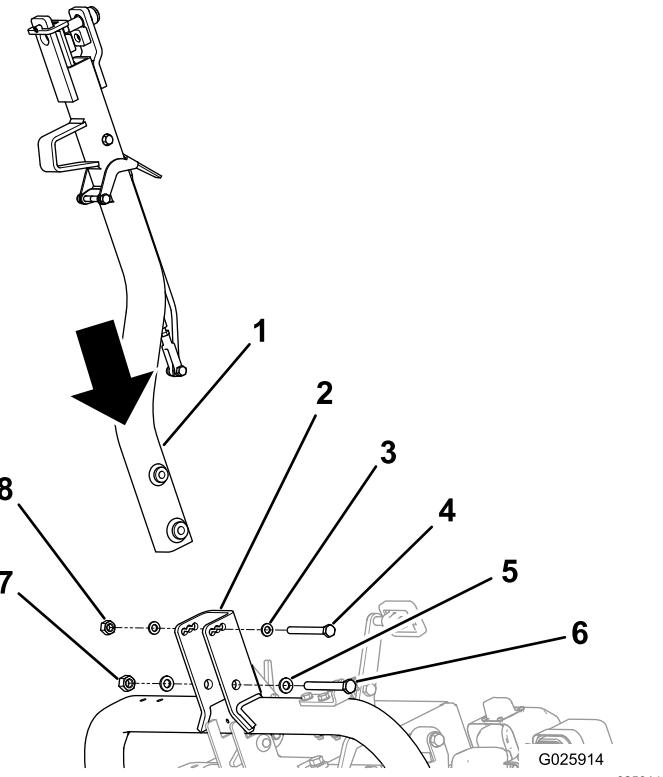

図 5
2. ヒッチを、ヒッチビボットブラケットに接続し、適切に固定する図5を参照。